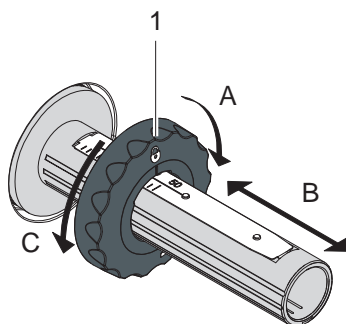

Fig. 13 Indstilling af kantstyr
2. Drej armen (6) mod uret for at åbne printhovedet.
3. Indstil kantstyret (1) på afrulleren (5) så den passer til foliebredden (Fig. 13):
- Hold afrulleren fast og drej kantstyret (1) henimod A for at løsne det.
- Skub kantstyret (1) henimod B og indstil den vha. skalaen så den passer til foliebredden.
- Hold afrulleren fast og drej kantstyret (1) henimod C for at låse det.
4. Skyd folierullen (4) til kantstyret (1) på afrulleren (5), så foliens farvebe-lægning vender henimod siden, som vender bort fra printhovedet.